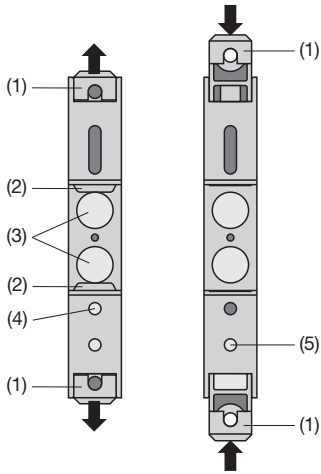

Fig. 6. Fond de l'appareil.
Tirer en dehors les languettes de fixation (1) en enfonçant en même temps de bouton de verrouillage (4) (voir Fig. 6 à gauche). Pour rentrer si nécessaire les languettes de fixation, il faut enfoncer le bouton de verrouillage (5) et en même temps glisser les languettes de fixation (1) dans la base du boîtier (voir Fig. 6 à droite).